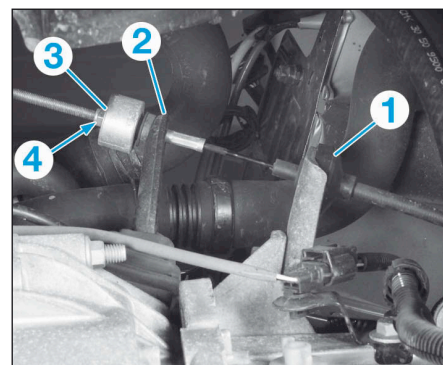

FIG.9
- Mesurer la distance entre l'arrêt de gaine (1) et l'extrémité de la fourchette d'embrayage (2) (Fig.9) :